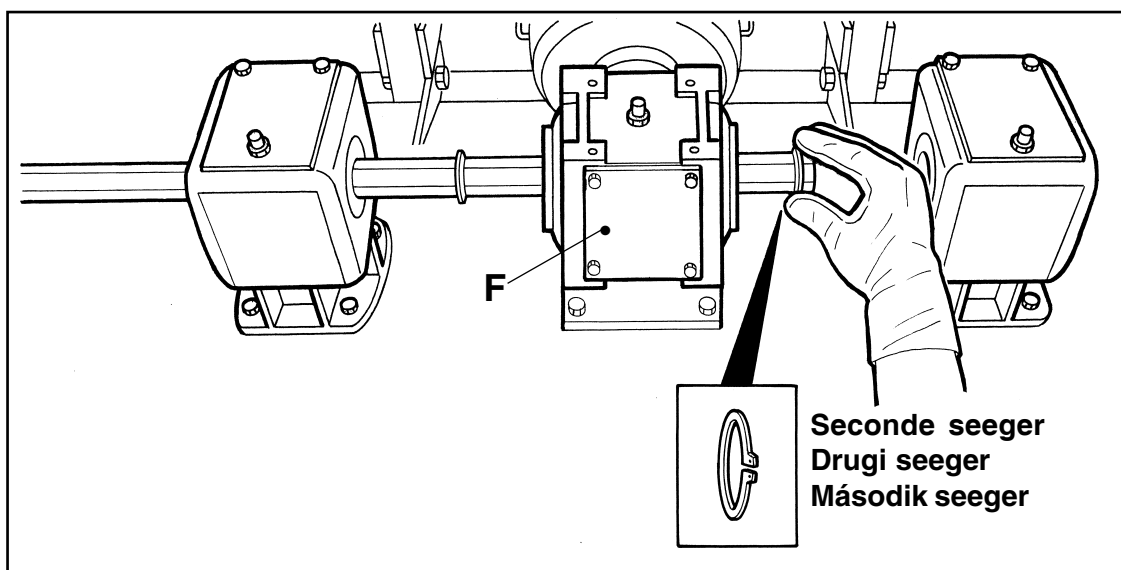

Fig. 2 – Slika 2 – 2. sz. ábra
- 1) Ouvrir le crochet de fermeture (A) et enlever les deux protections (B).
- 2) Extraire les deux seeger (C) de leur siège.
- 3) A l'aide d'un marteau, battre sur l'extrémité de la barre (D) afin de la faire sortir du côté opposé, en accompagnant les deux bagues seeger au fur et à mesure de la sortie de la barre.
- 4) Insérer la nouvelle barre et, une fois sortie du premier boîtier engrenages (E - Fig. 1), enfiler la première bague seeger ; pousser encore la barre pour la faire sortir du réducteur (F - Fig. 2) et introduire la seconde bague seeger ; la pousser encore jusqu'à ce qu'elle sorte du troisième boîtier engrenages (G - Fig. 3).